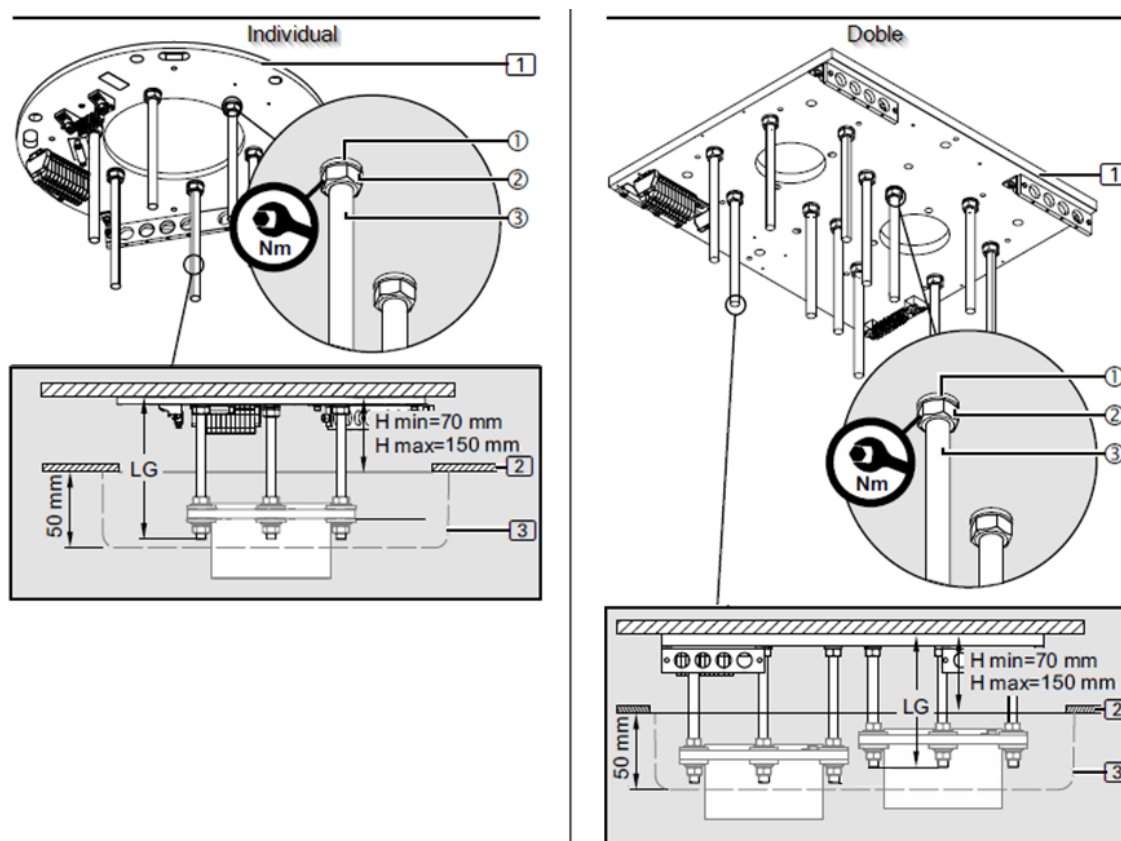

Fig. 9 Installation de la plaque d'interface avec le faux plafond
- Réglez la distance entre les écrous hexagonaux M16 (2) et la plaque d'interface de 1 à 150 mm.
- À l'aide d'un niveau à bulle numérique, alignez les écrous hexagonaux M16 de (2) à l'horizontale.
- Montez 1 rondelle plate d'un diamètre extérieur de 34 mm (3).
- Placez 1 disque isolant en plastique (4) (comme indiqué dans la figure 9) de manière à ce que la rondelle plate d'un diamètre extérieur de 34 mm (3) repose sur le disque isolant en plastique (4).
- Fixez le disque isolant en plastique (4) aux boulons filetés M16 (1) avec de l'adhésif ou du ruban élastique.